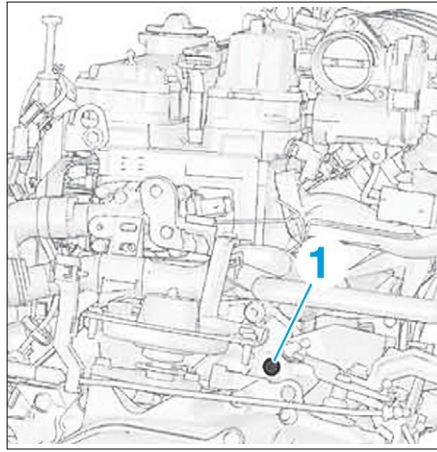

FIG. 4
- Déposer la vis (1) du démarreur (Fig.4).